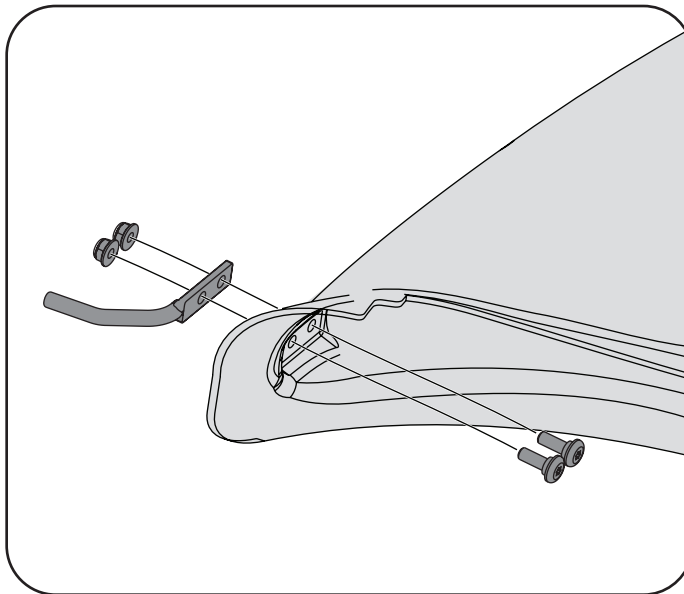

Figura 19
1. Coloque el montaje de la varilla del maletero (747-06043) en el maletero con 2 tornillos con reborde (738-1225) y dos tuercas de seguridad con brida (712-04064) del paquete de engranajes 689-00636. Compruebe que los tornillos con reborde (738-1225) se coloquen en el interior del maletero. Consulte la Figura 19.